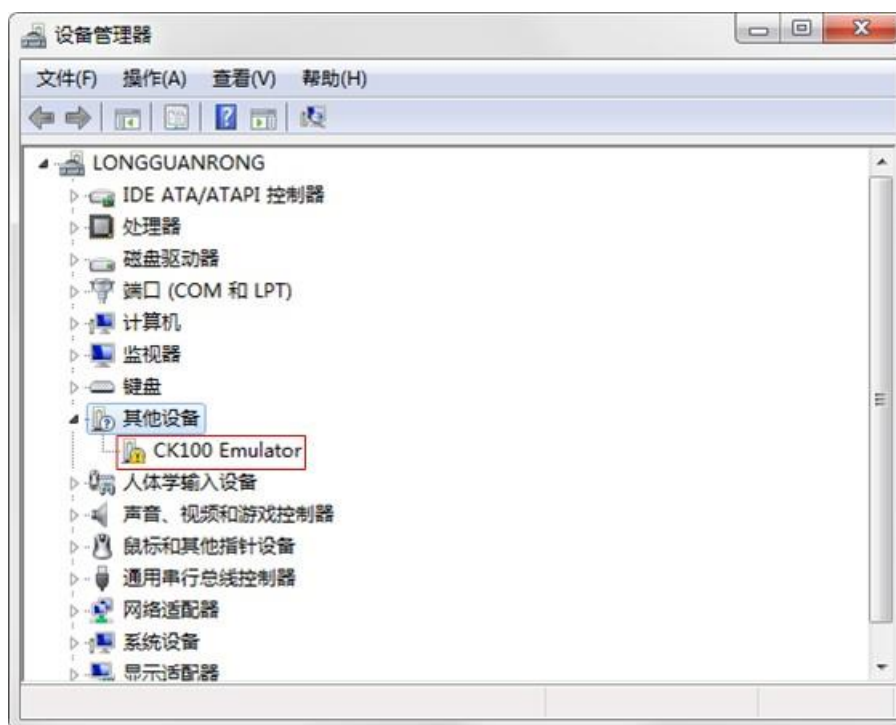

图 2.44 CK100 驱动安装
- (1) 通过 USB 数据线将开发工具和电脑连接起来，打开设备管理器（鼠标选中计算机 -> 右键-> 管理-> 设备管理器），打开后如图 2.44 所示。可以看到【其它设备】中，有一个带黄色感叹号的 CK100 Emulator。